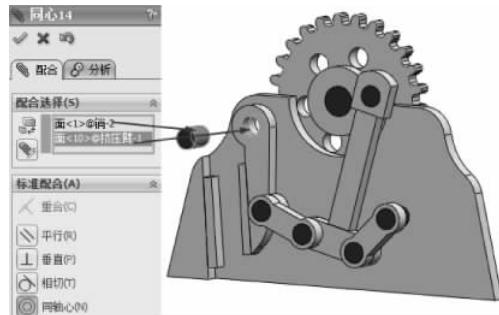

图 3-163 同轴心配合
(26) 选择【标准配合】选项组下的【同轴心】配合类型  ,在【要配合的实体】选择框  中选择如图 3-163 所示的面,其他保持默认,单击【确定】按钮  ,完成同轴心配合。